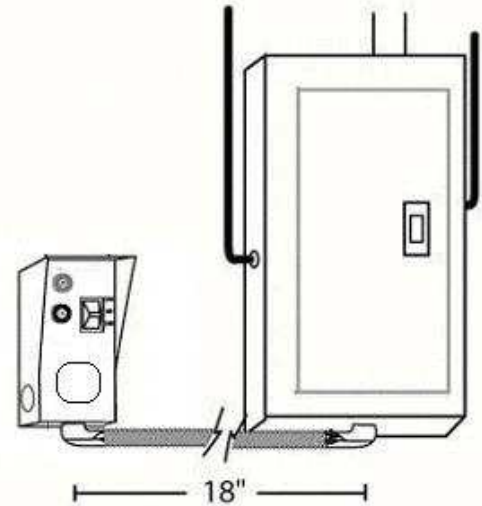

Figure 2
- H. Placer la TF Easy/Tran dans l'endroit. Lors du montage à côté d'un tableau électrique, position alors que son centre de bas soit environ 18 pouces de bas au centre de votre centre de charge. L'extrémité du fouet conduit flexible doit être alignée avec une débouchure de 1/2" sur le fond de votre centre de charge (Figure 2).